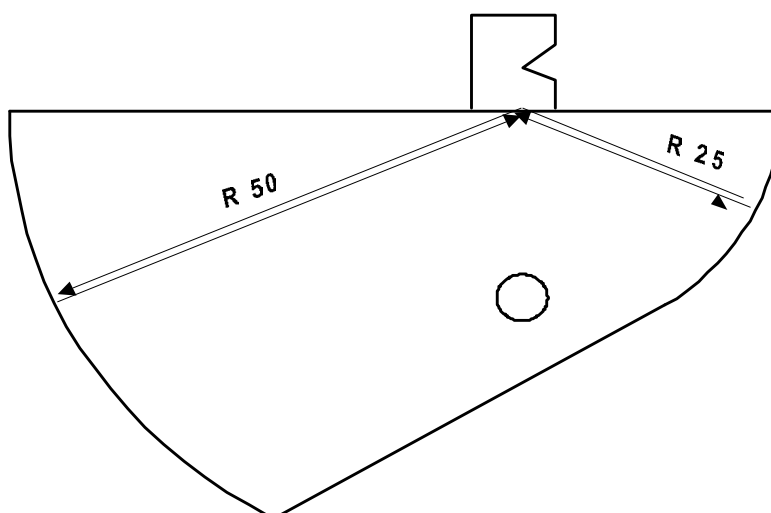

Рисунок 5.11
5.5.8 Подключите ПЭП к дефектоскопу и поставьте его на длинную грань ($l=75\text{мм}$) СОП V2M таким образом, чтобы луч был направлен в сторону цилиндрической поверхности образца радиусом 50 мм, а предполагаемая точка выхода луча ПЭП находилась около риски 0 (Рисунок 5.7). Кнопками **RANGE** и **LEVEL** добейтесь, чтобы на экране дефектоскопа были видны первые два эхосигнала от цилиндрических поверхностей (Рисунок 5.10). Ход лучей при этом отображён на Рисунок 5.11.
II импульс – соответствует двукратному отражению от поверхности R50 и однократному R25 (Рисунок 5.11)